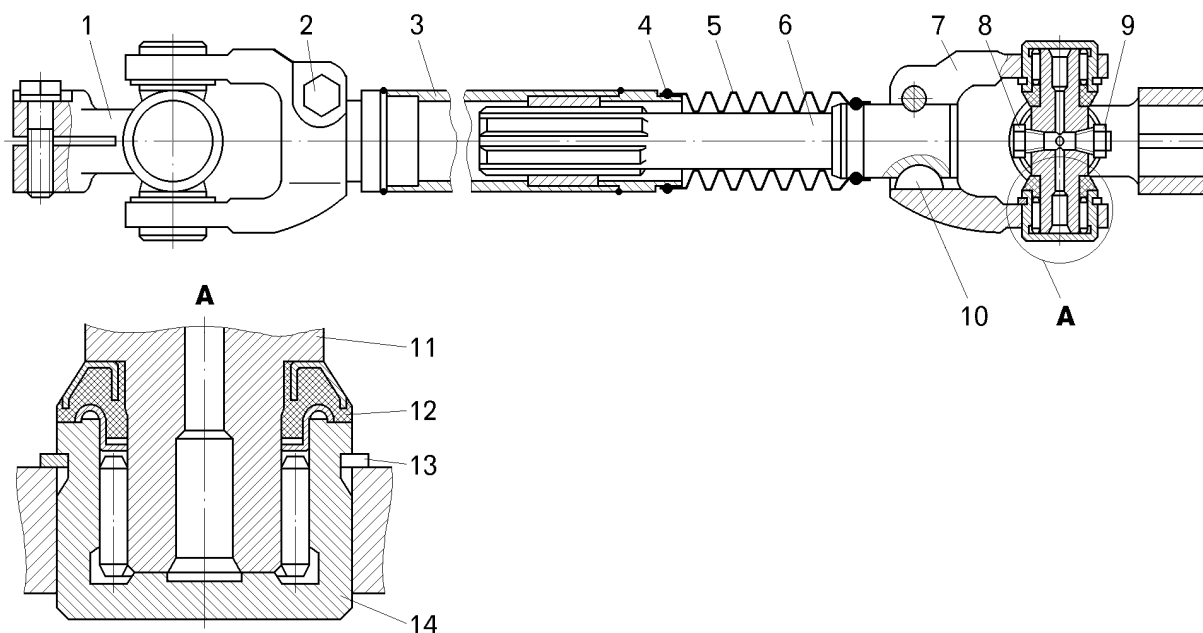

Figure 9.5 - Cardan de direction:
- dévisser les boulons 2 (figure 9.5) de fixation des joints en U et retirer les joints en U de l'arbre de la colonne de direction; - retirer les goupilles 10 de